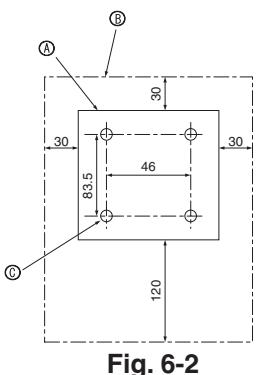

Fig. 6-2
(1) Επιλέξτε το σημείο τοποθέτησης του τηλεχειριστήριου. (Fig. 6-2)
[Fig.6-2]